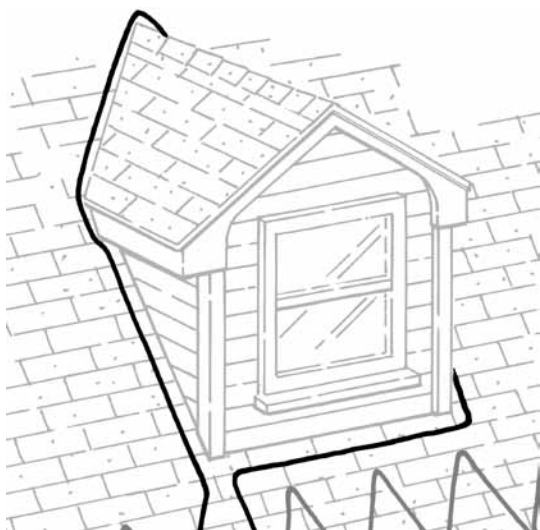

Figure 7. Parcours du câble autour d'une lucarne
- **Parcours pour les lucarnes :** Pour traiter une section de lucarne qui pose problème, le câbles doit être disposé vers le haut et autour de la lucarne comme indiqué à la Figure 7.